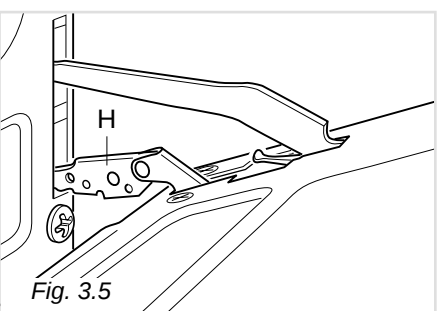

Fig. 3.5
- Empunhe a porta com as mãos perto das dobradiças e levante com os índices as alavancas “H” (Fig. 3.5).